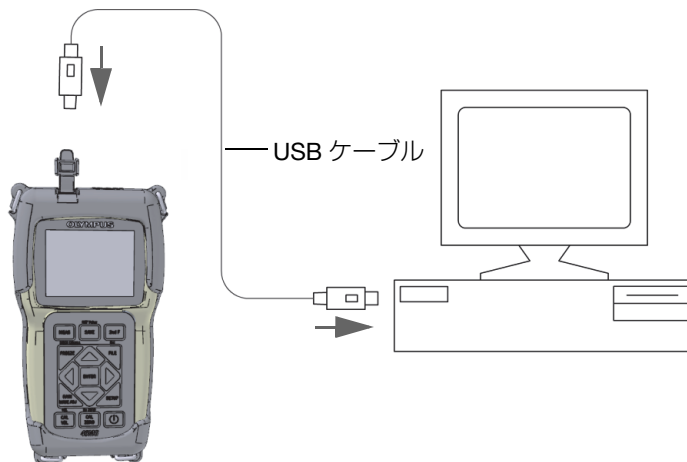

図 11-1 45MG とコンピューターの接続
4. USB ケーブルの一端を 45MG の I/O ドアの下にある USB クライアントコネクタに接続し、もう一方の端をコンピューターの USB ポートに接続します（192 ページの図 11-1 を参照）。